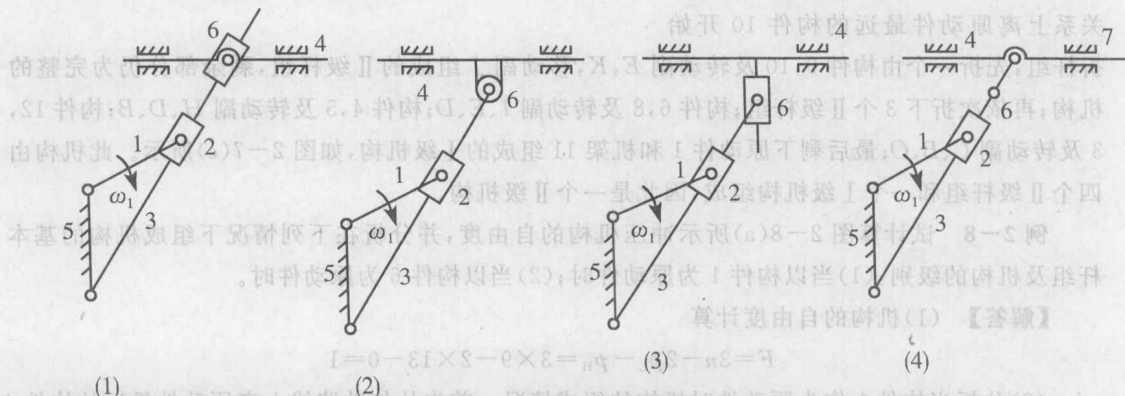

图 2-6(b)
例 2-6 图 2-6(a) 所示为牛头刨的一个机构设计方案简图。设计者的意图是动力由曲柄 1 输入，通过滑块 2 使摆动导杆 3 作往复摆动，并带动滑枕 4 往复移动以达到刨削的目的。试分析此方案有无结构组成原理上的错误(须说明理由)，若有，应如何修改(试提出四种修改方案，可直接在给出图上修改)。
修改方案如图 2-6(b) 的(1)、(2)、(3)、(4) 所示。